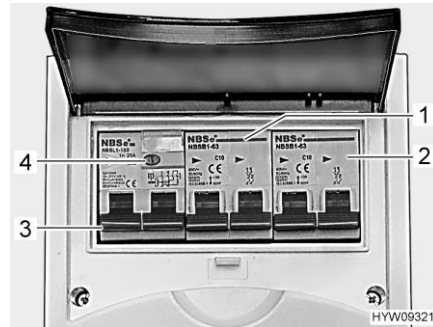

Fig. 74 Interruptor de protección de línea e interruptor FI (caja de fusibles de 230 V)
Un interruptor de corriente de defecto (interruptor FI) (Fig. 74,3) en la caja de fusibles asegura el vehículo completo contra corriente de defecto (30 mA).
El interruptor de protección de línea conectado en serie (10 A) (Fig. 74,1) asegura las cajas de enchufe de 230 V, el bloque eléctrico, el cargador adicional y el frigorífico.
En los vehículos con equipamiento opcional, p. ej. la instalación de aire acondicionado en el techo, un interruptor de protección de línea adicional (16 A) (Fig. 74,2) asegurará el aparato.
- Si el vehículo está conectado a la alimentación de 230 V, pulsar la tecla de prueba (Fig. 74,4). Se debe activar el interruptor de corriente de defecto (FI).